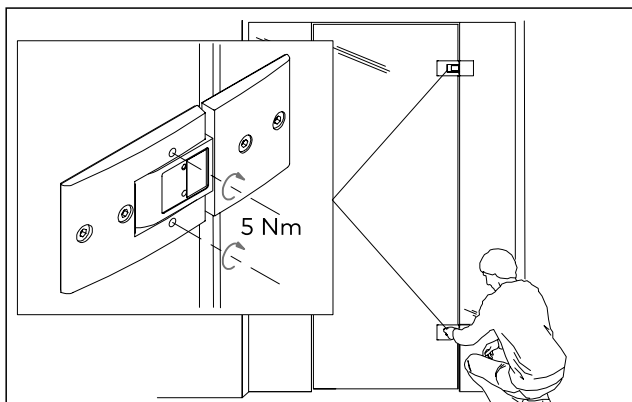

Рис. 35 Положение винтов
3. Затяните все винты (2 на верхней петле и 2 на нижней петле). Соблюдайте момент затяжки 5 Нм (Рис. 35)!